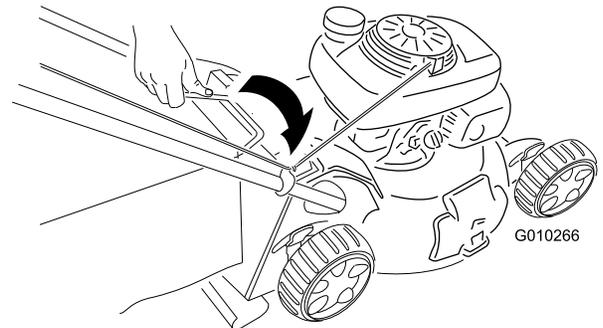
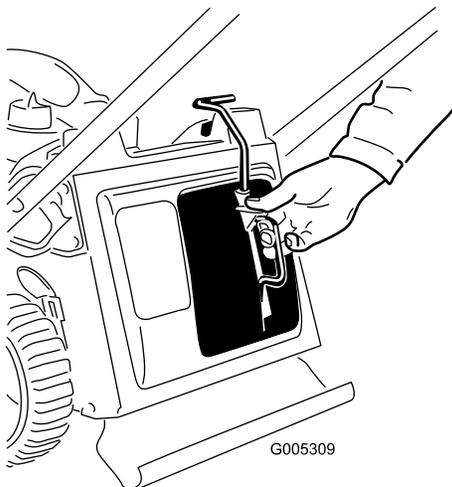

Figure 17
Figure 16
1. Montez l'obturateur de mulching (Figure 16) ou le bac à herbe (Figure 17) sur la machine.